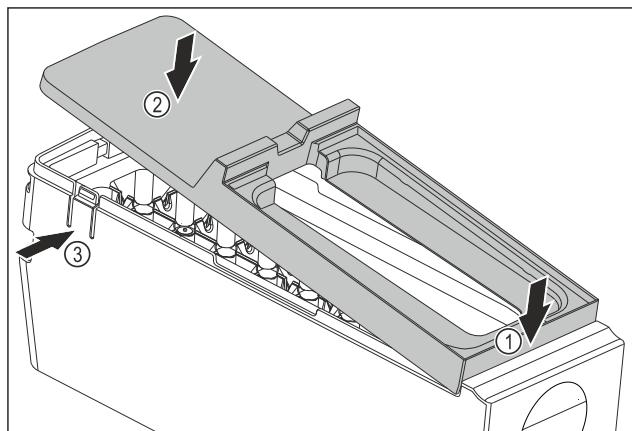

Fig. 90
- Встановіть кришку корпусу EasyTwist-Ice: Прикріпіть кришку спереду. Fig. 90 (1)
- Опустіть кришку ззаду. Fig. 90 (2)
- ▷ Кришка зі звуком фіксується в обох виступах Fig. 90 (3).